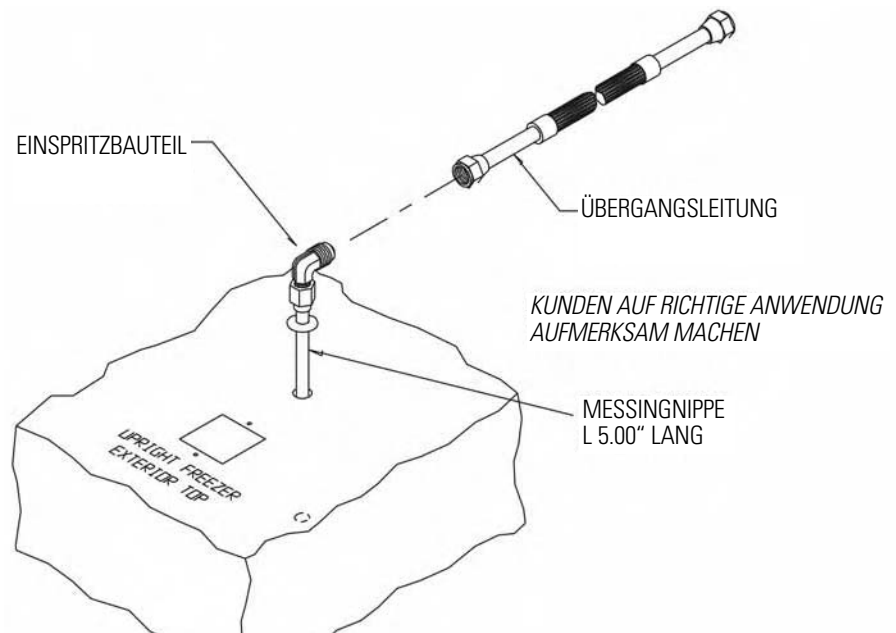

Abb. 5-1. Einspritzbauteil
1. Die Einspritzvorrichtung (Abb. 5-1) in das 1/2" vorgebohrte Loch, direkt hinter das 2" Dunstrohrloch in der Mitte der Kammerdecke einsetzen.